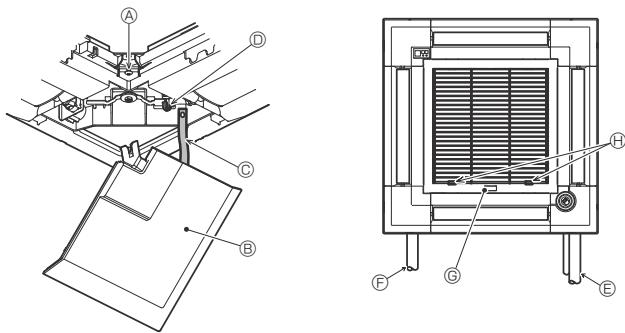

Fig. 7-12
7.5. Установка воздухозаборной решетки (Fig. 7-12)